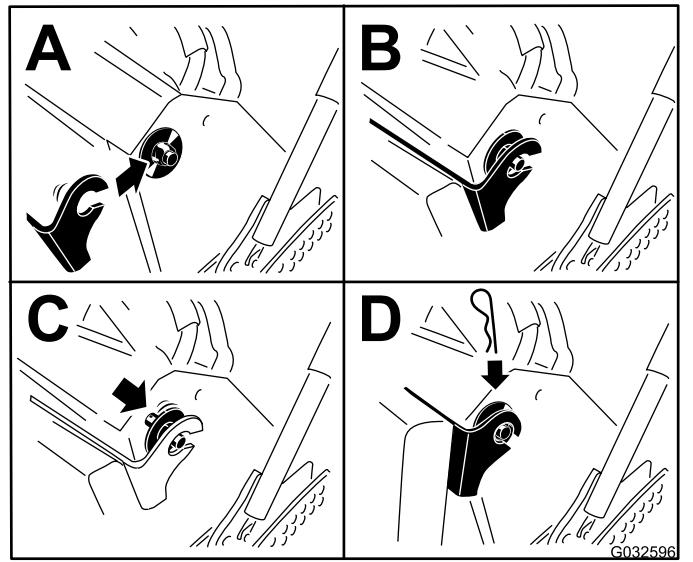

Figura 34
6. Sollevate il cuscino e inseritelo nei perni su entrambi i lati della macchina (Figura 34).
7. Inserite le rondelle grandi con boccole di plastica nelle staffe del cuscino e fissatele con una caviglia (Figura 34).